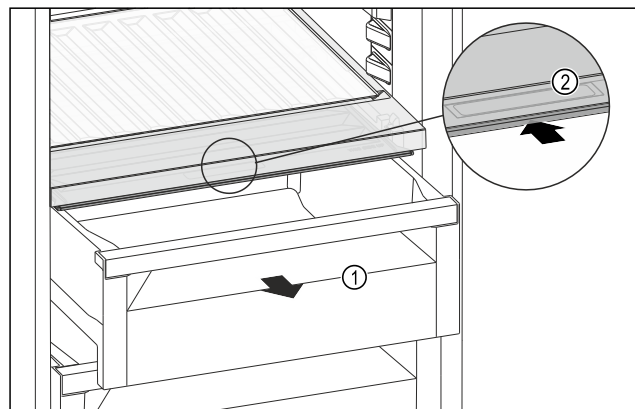

Fig. 173
- ▶ Schuifvak Fig. 173 (1) uittrekken.
- ▶ Greeplijst Fig. 173 (2) op het vakdeksel vastpakken en het vakdeksel gelijktijdig naar achteren schuiven.